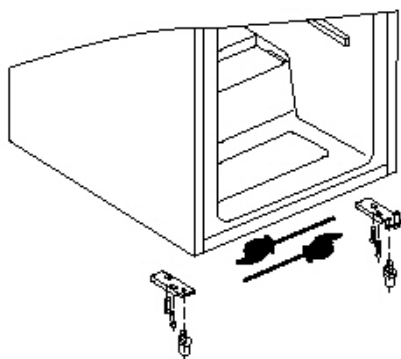

Fig. 1
- Para cambiar la bisagra de la puerta, incline el equipo ligeramente hacia atrás y sosténgalo con seguridad. Desenrosque el soporte de la puerta inferior, (Fig.1) abra la puerta del equipo ligeramente y retírela jalando hacia abajo.